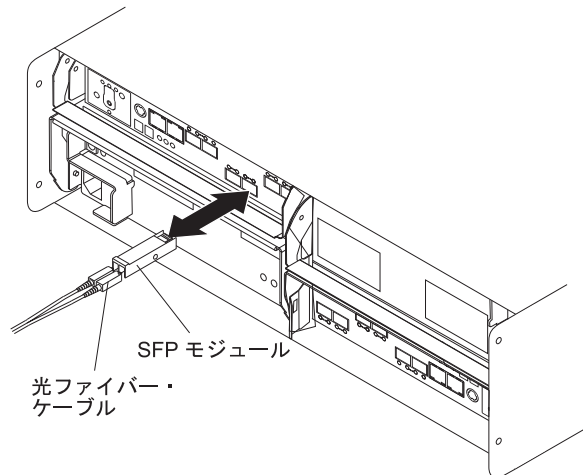

図 26. サポートされる DS3950 ストレージ・サブシステムにおける、SFP モジュールと LC-LC ケーブルの取り付け
2. 図 26 に示すように、LC-LC 光ファイバー・ケーブルを SFP モジュールに接続します。
注: 図 26 は、DS3950 ストレージ・サブシステムを表しています。DS3950 ストレージ・サブシステムは、解説目的としてのみ示されています。